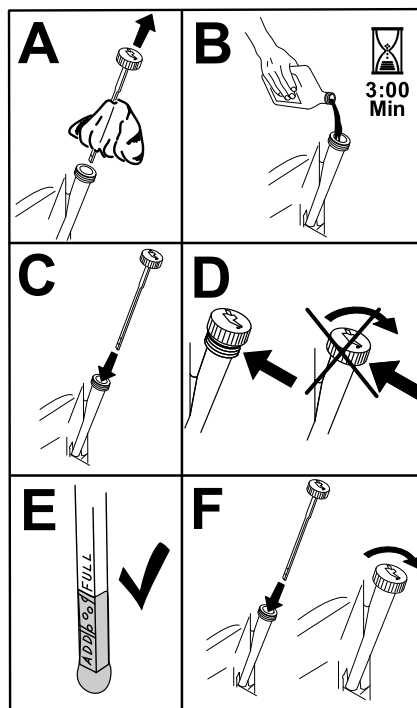

Рисунок 33
8. Медленно залейте приблизительно 80% масла указанного типа в заливную горловину и затем медленно добавляйте масло, чтобы довести его уровень до отметки Full (Полный) (Рисунок 33).